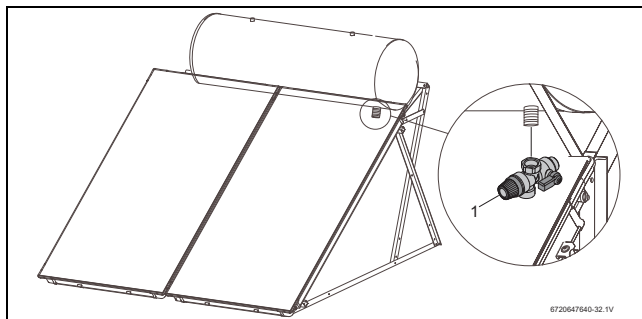

Fig. 73 Montaje de la válvula de seguridad
► Coloque el anillo de reducción sobre la válvula de seguridad a 10 bar y monte la válvula en la entrada de agua (fig. 73).
i Mediante la diferencia de temperatura y presión a lo largo del día, podrá salir agua de la válvulas de seguridad (fig. 73, [1]). Debe procurarse una evacuación adecuada del agua que sale.